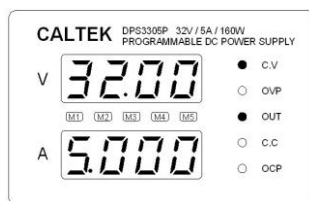

图 3. 输出状态图
- (1). 打开电源开关, 设定电压, 按下 VOL 电压调整选择键, 显示被调节电压的数码管被选中, 选中的数码管处于闪烁状态, 旋动 ADJUST 开关, 可变动电压值的大小, 再次按下 VOL 电压调整选择按键, 可改变被选中数码管的位置;
- (2). 设定电流, 按下 CUR 电流调整选择键, 显示被调节电流的数码管被选中, 选中的数码管处于闪烁状态, 旋动 ADJUST 开关, 可变动电流值的大小, 再次按下 CUR 调整选择键, 电流调整选择按键, 被选中数码管的位置;
- (3). 完成了电压、电流的设定之后, 此时没有按下电源的输出关断键, 电源被关断, 没有输出, 按下 OUTPUT 输出关断键之后, 指示恒压状态(C.V)、输出状态(OUT)的灯会被点亮, 电源正常工作; 正常输出如图 3 所示: